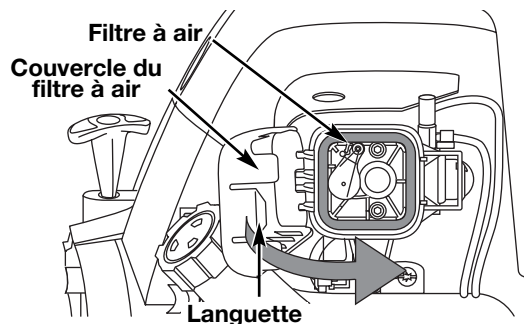

Fig. 32
8. Pivotez le couvercle vers la droite jusqu'à ce que la languette du couvercle du filtre s'enfonce d'un déclic dans la plaque arrière (Fig. 32).